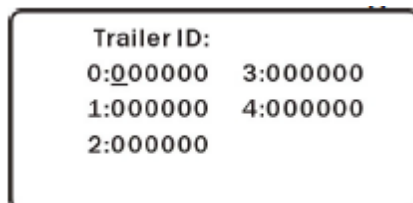

Рис. 9.
Настройка **“Trailer ID”** (рис. 9) отвечает за идентификацию тягача (0) и прицепов (номера с 1 по 4).